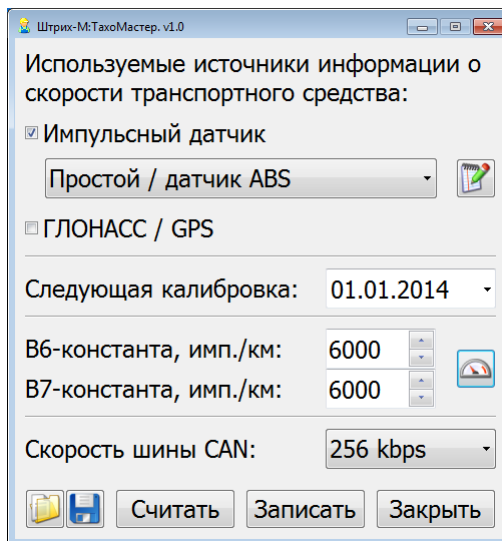
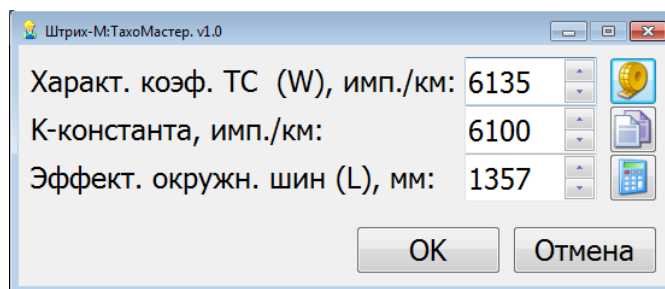

Рисунок 11 – Основное окно калибровки.
Рисунок 12 – Параметры калибровки
(Рисунок 11), открывается окно с параметрами калибровки (Рисунок 12).
«**Рулетка**»  (см. Рисунок 12).
«Калькулятор»  (см. Рисунок 12).
При нажатии на кнопку «Рулетка»  (см. Рисунок 12), откроется окно для замера «W-константы».
При нажатии кнопки «ОК» - происходит расчет среднего значения «W-константы» (Рисунок 15) и запись его в поле для параметра «Характерный коэффициент ТС (W), имп./км» (Рисунок 12).
При нажатии на кнопки «Отменить» - сброс всех замеренных значений и возврат без сохранения к окну параметров (Рисунок 12).
При нажатии кнопки «Калькулятор» (см. Рисунок 12) откроется окно для ввода размера шины. Следует ввести размер шины (указан на маркировке шины) автомобиля. Например:
При нажатии кнопки «ОК» - происходит сохранение значения окружности шины и запись его в поле для параметра «Эффективная окружность шин (L), мм» (Рисунок 12).
При нажатии на кнопки «Отмена» - возврат без проведения расчета и сохранения к окну параметров (Рисунок 12).
Для проверки и настройки спидометра нажмите кнопку «спидометр», (Рисунок 11) откроется окно настройки:
кнопка «сохранить»  (см. Рисунок 11).
файл»  (см. Рисунок 11).